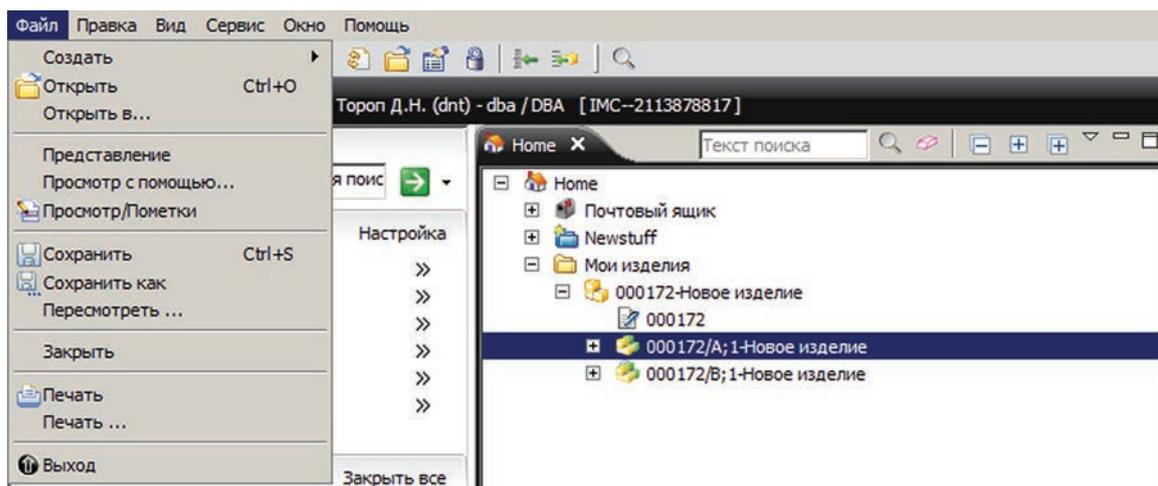

Рисунок 4.12
- в дереве приложения **Мой Teamcenter** необходимо выбрать модификацию изделия, на базе которой будет создано новое изделие, и выполнить команду основного меню **Файл > Сохранить как** (рис. 4.12);